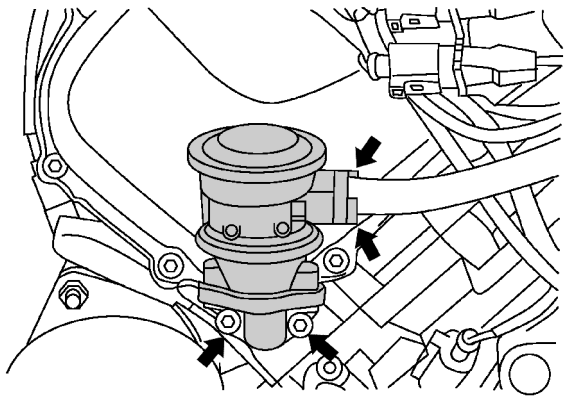

图 1-5-57 旋出螺栓
(5) 旋出螺栓(见图 1-5-57 箭头)并拆下二次空气左侧组合阀。